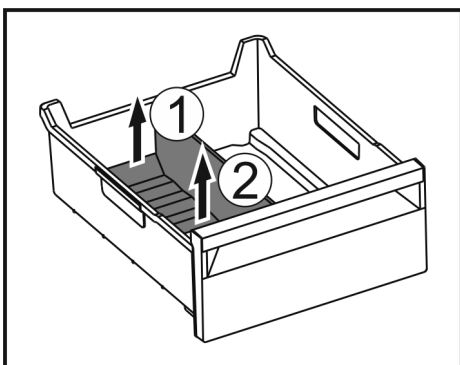

Fig. 78
- ▶ Ridicați partea posterioară a separatorului pentru compartimentul de gheață. Fig. 78 (1)
- ▶ Scoateți separatorul pentru compartimentul de gheață în sus. Fig. 78 (2)